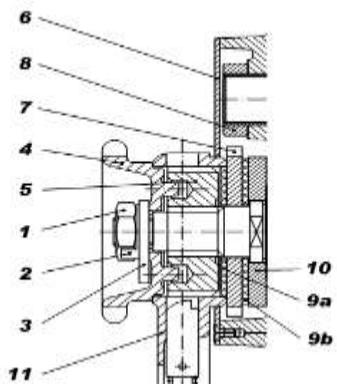

Рис. 8 Монтаж тормоза.
3. Проверьте тормозные колодки, собачку и рогатку, (детали 9а, 9в, 7 и 10 на рис. 8), очистите.